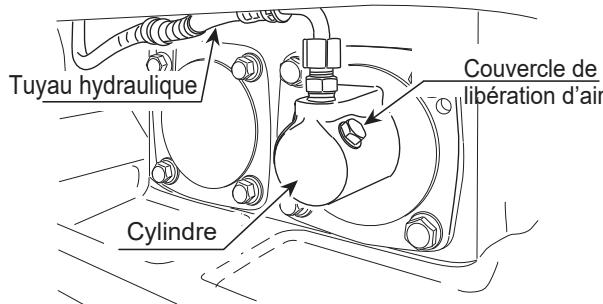

Figure 26. Démontage du flexible hydraulique
3. Enlevez le flexible hydraulique qui est raccordé au cylindre du côté vibrateur (Figure 26).
9. Enlevez le bouchon de purge d'air du cylindre du vibrateur. De l'huile sortira ensuite par le bouchon de purge d'air. Une fois que l'air cesse de sortir, réinstallez le bouchon. Serrez convenablement (Figure 26).